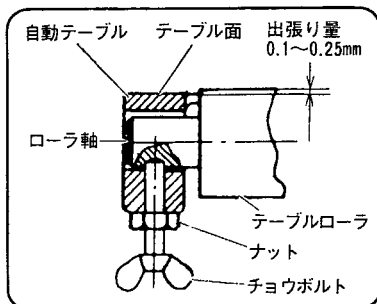

図 16
- (2) テーブル面からのテーブルローラの出張り量は0.1～0.25mm（はがき1枚の厚さ程度）にしてください。（図16、17）